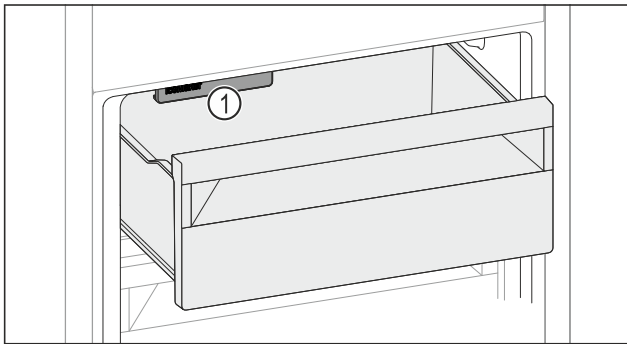

Fig. 266
- Слідувати за функцією IceMaker Fig. 266 (1).